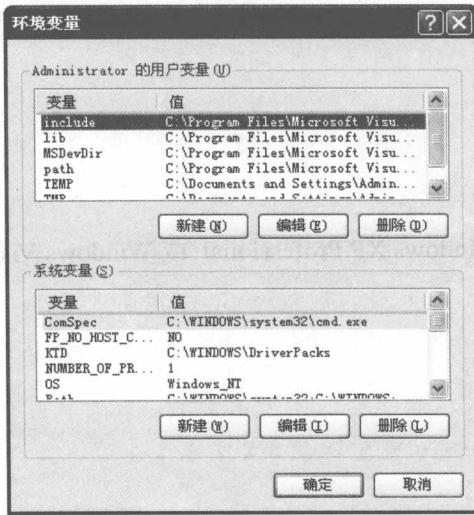

图1-3 【环境变量】窗口
(4) 单击 **环境变量 (E)** 按钮, 出现【环境变量】窗口, 如图 1-3 所示。